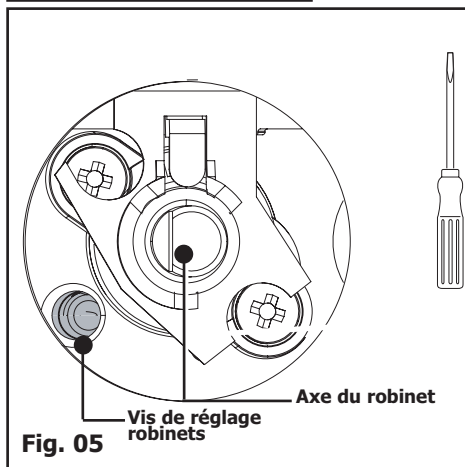

Fig. 05
- A l'aide d'un petit tournevis plat, **vissez à fond** la vis de réglage des ralentis en laiton (jaune) (Fig. 05), **dans le sens des aiguilles d'une montre**.
- Dévissez la vis de réglage des ralentis en laiton (jaune) (Fig. 05), à l'aide d'un petit tournevis plat, de **2 tours dans le sens inverse des aiguilles d'une montre**.